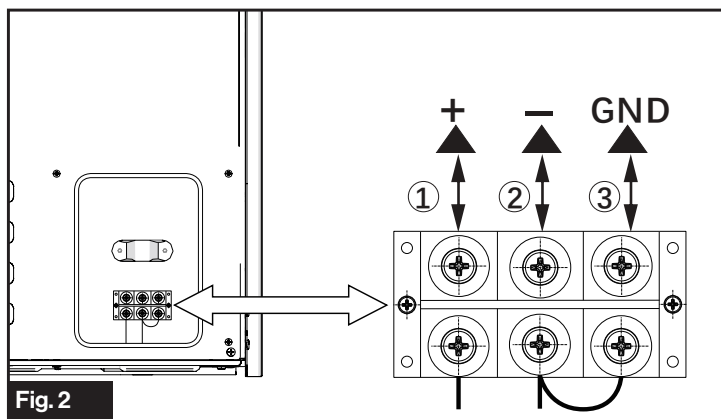

Fig. 2
2. Conecte los cables a los bornes correctos como se indica en la Fig. 2. Conecte el borne "+" al polo positivo de 12 V CC. Conecte el borne "-" al polo negativo de 12 V CC.